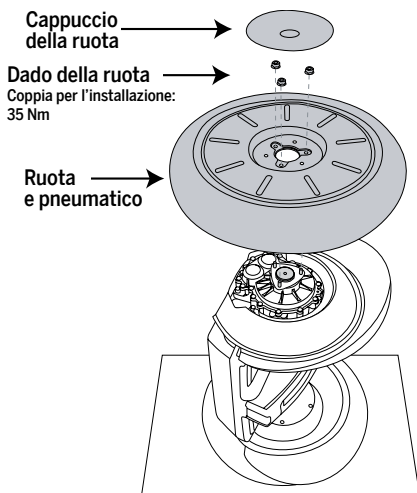

Figura 1. Rimozione o installazione dell'insieme ruota/pneumatico
2. Inclinare il Segway PT sul fianco con il parafango da rimuovere in alto e l'altra ruota adagiata su una superficie pulita e liscia. **Vedere la Figura 1.**
Vedere la Figura 1.